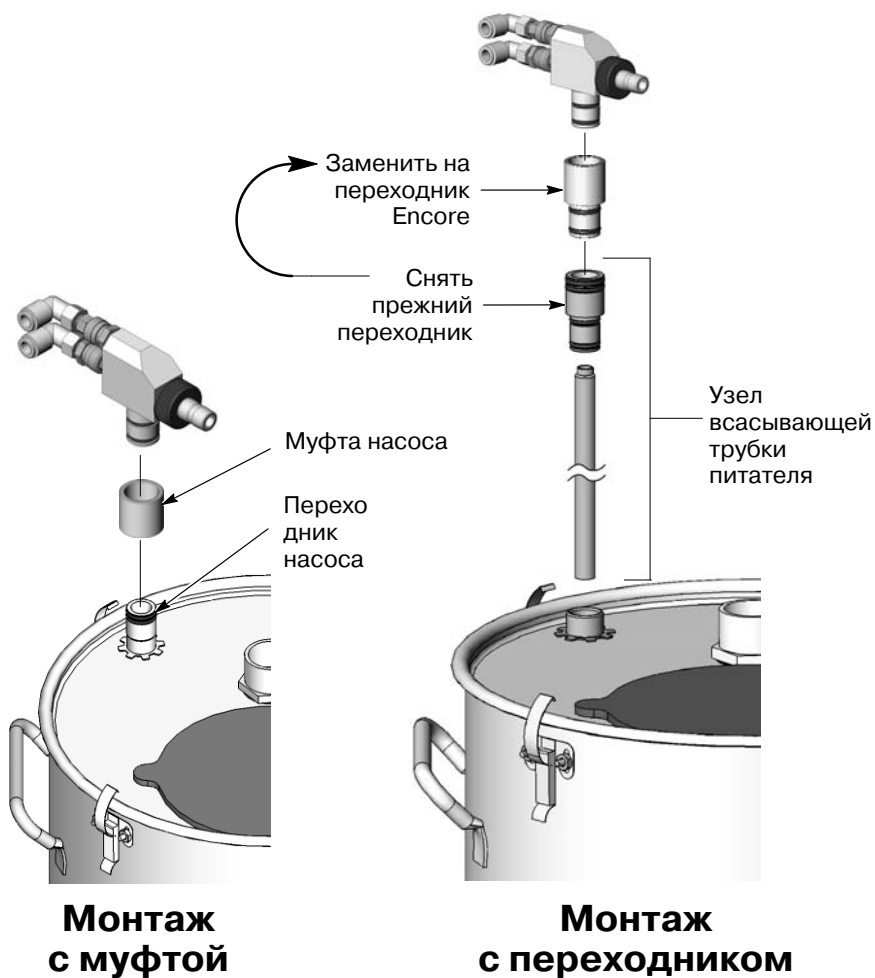

Рис. 2 Монтаж насоса на бункерном питателе
См. рис. 2.
**Все остальные системы VBF:** См. рис. 2; Монтаж с муфтой. Легким вращательным движением смонтировать муфту насоса на переходнике насоса всасывающей трубки. Вставить насос в муфту легким вращательным движением.